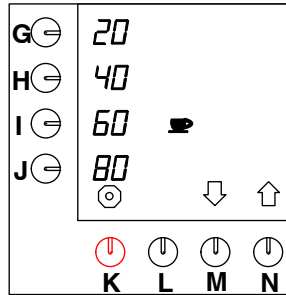

Fig. 25 Endring av forhåndsprogrammerte valgtaster for kopper
- Trykk på valgtasten (N.)↑ inntil fig.25 vises på displayet.